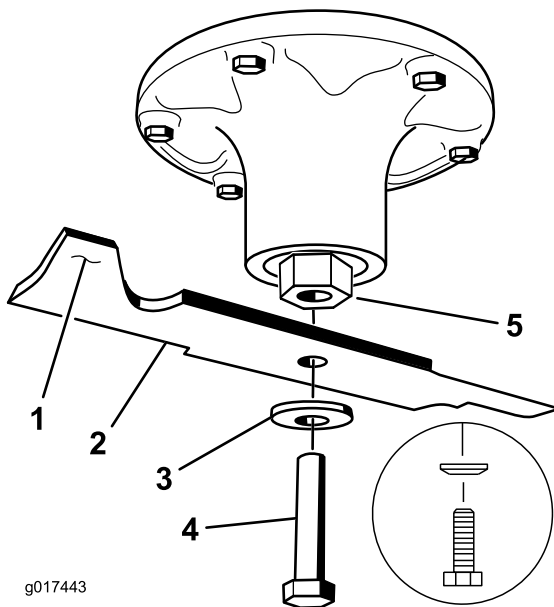

Bild 81
2. Entfernen Sie die Messerschraube, Wellenscheibe und das Messer von der Spindelwelle (Bild 81).